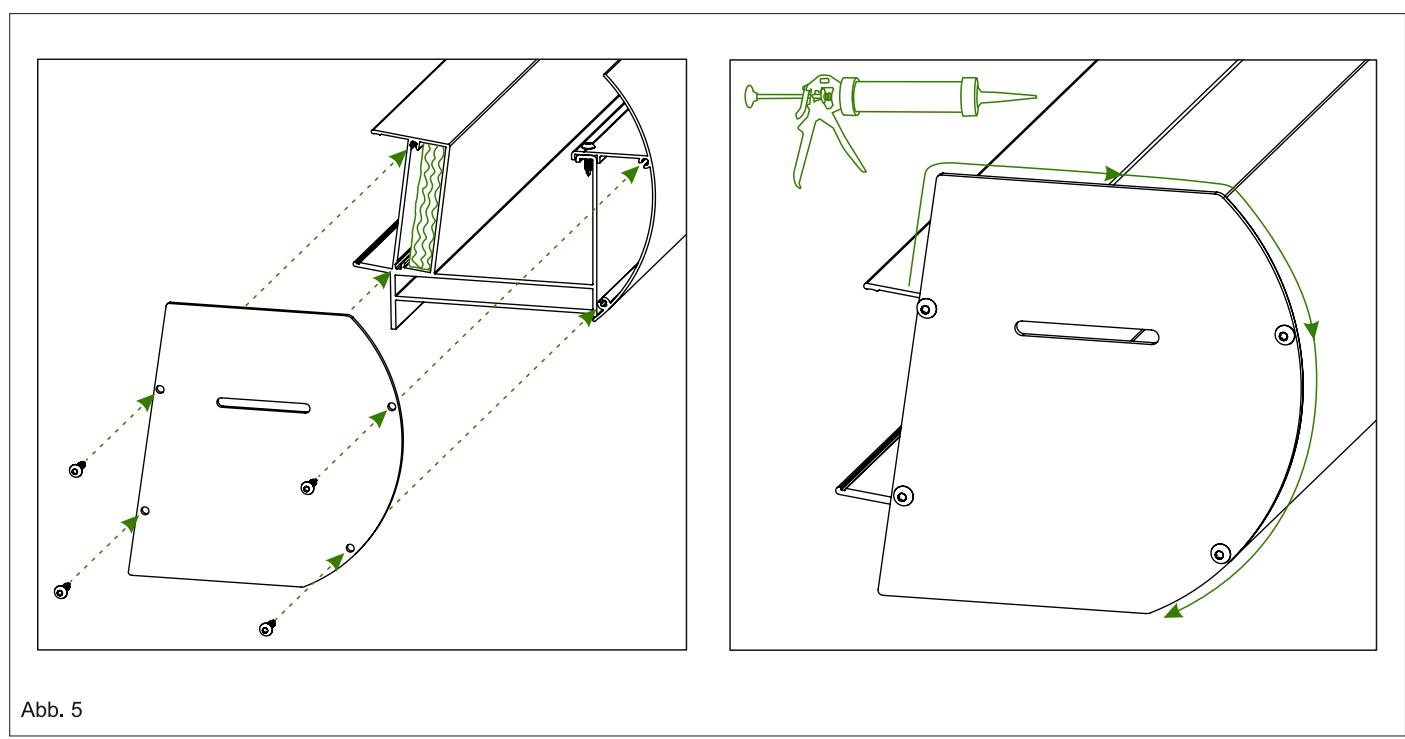

Abb. 5
6. Zum Schluss, von beiden Seiten die Seitenplatten verschrauben. Dichten Sie danach alle Verbindungsstellen in der Rinne von Innen ab. Siehe Abb. 5.